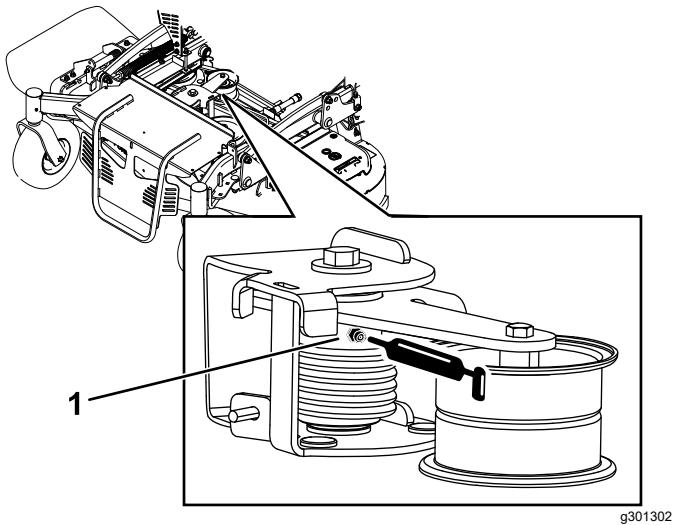

**Figura 37**
2. Retire la cubierta de la polea tensora (Figura 37).
4. Instale la cubierta de la polea tensora (Figura 37).